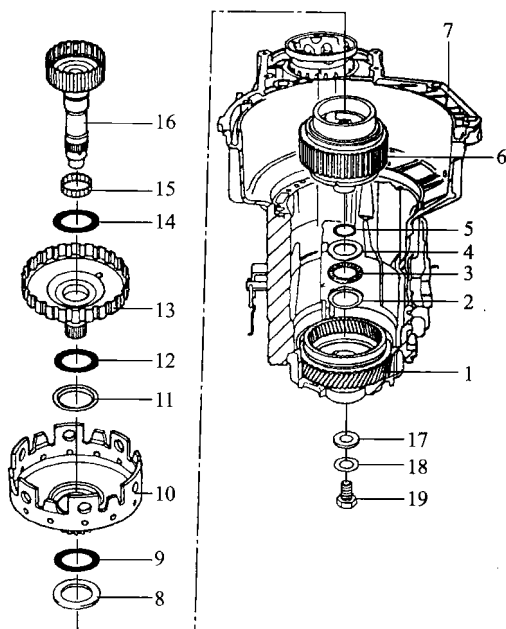
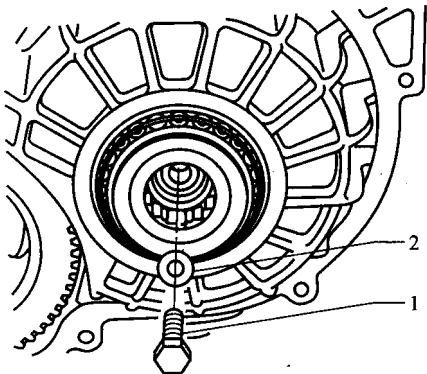

图 5-34 行星齿轮机构部件分解图
图 5-36 装上带垫圈的小输入轴螺栓
行星齿轮机构部件分解图如图 5-34 所示,调整行星架时,不需装上调整垫片 17。
- ① 调整行星架时,将所有部件(图 5-34 中的 2~16)装入变速器壳体。
- ② 将螺丝刀插入大太阳轮孔内,以便紧固小输入轴螺栓。
- ③ 装上带垫圈的小输入轴螺栓,不用装调整垫片,如图 5-36 所示。